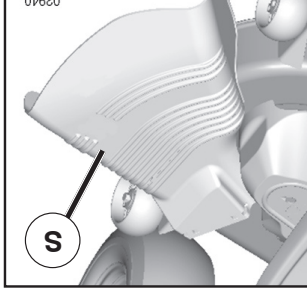

Fig. 23
**ATTENTION: N'utilisez pas la tondeuse sans le déflecteur ou sans le ramasse-herbe (S) s'il y a lieu. (Voir La Fig. 23)**